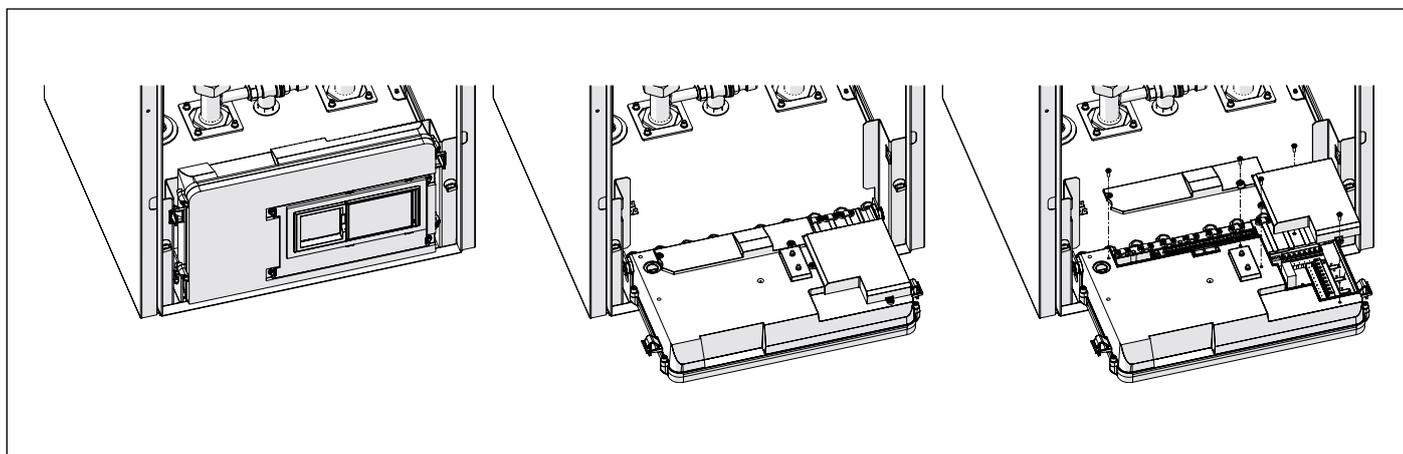

Fig. 35 Boîte de connexion
- Tourner la boîte de connexion vers l'avant de 90° (voir Fig. 35 Boîte de connexion).
- Enlever les deux couvercles de couverture des connexions électriques extérieures (A et B) en desserrant les vis de fixation de la boîte de connexion (voir Fig. 35 Boîte de connexion).